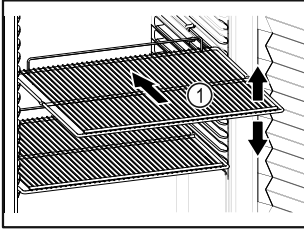

Fig. 56
- Якщо решітки для зберігання Fig. 56 (1) знімні, відрегулювати по висоті.